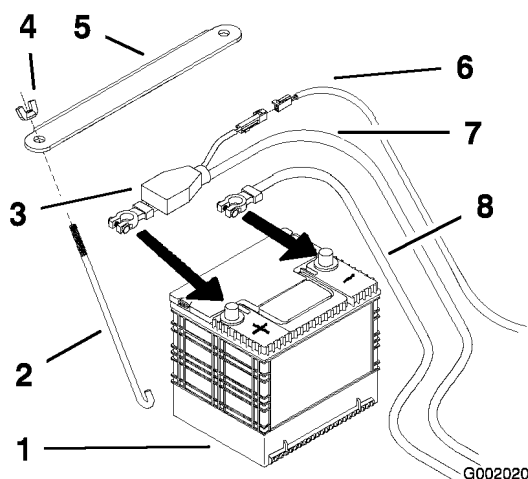

Bild 45
4. Klemmen Sie zunächst das Minuskabel vom Minuspol (–) der Batterie ab (Bild 45).
5. Ziehen Sie die rote Polkappe vom (roten) Pluspol der Batterie ab. Ziehen Sie dann das positive (rote) Batteriekabel ab (Bild 45).
- Setzen Sie die Batterie in das Batteriefach ein, die Pole sollten gegenüber dem Hydrauliktank sein (Bild 45).
- Befestigen Sie die Kabel mit zwei Schrauben (1/4 x 3/4 Zoll), zwei Scheiben (1/4 Zoll) und zwei Klemmmuttern (1/4 Zoll) (Bild 45).
- Befestigen Sie die Batterie mit J-Schrauben, Klemmen, 2 Scheiben (1/4 Zoll) und 2 Flügelmutter (1/4 Zoll) (Bild 45).